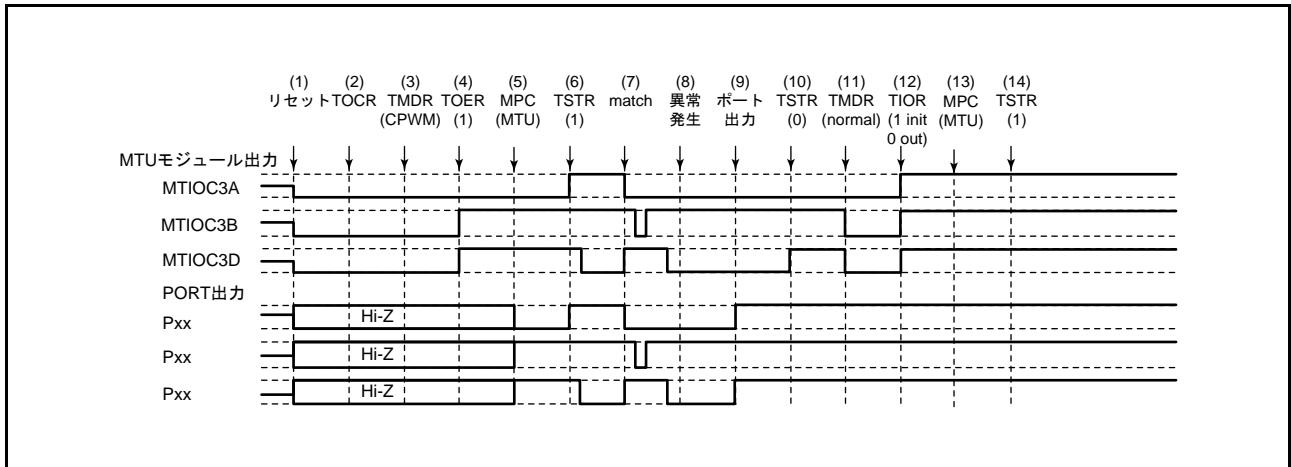

図 22.147 相補 PWM モードで異常が発生し、ノーマルモードで復帰する場合
相補 PWM モードで異常が発生し、再設定後ノーマルモードで再スタートする場合の説明図を図 22.147 に示します。
- (1) ~ (10) は図 22.147 と共通です。
- (11) PWM モード 1 を設定してください (MTU 出力は Low となります)。
- (12) TIOR レジスタで端子を初期化してください。なお、PWM モード 1 では MTIOCnB (MTIOCnD) 端子に波形が出力されません。出力すべきレベルがある場合は、I/O ポートのポート方向レジスタ (PDR)、ポート出力データレジスタ (PODR) で汎用出力ポートの設定をしてください。
- (13) MPC と I/O ポートのポートモードレジスタ (PMR) で MTU 出力としてください。
- (14) TSTR レジスタで再スタートします。
- (11) MPC と I/O ポートのポートモードレジスタ (PMR) で MTU 出力としてください。
- (12) TSTR レジスタで再スタートします。
- (13) コンペアマッチの発生により相補 PWM 波形を出力します。
(24) 相補 PWM モードで動作中に異常が発生し、相補 PWM モードで新たに再スタートする場合の動作
- (11) ノーマルモードを設定し新しい設定値を設定してください（MTU 出力は Low となります）。
- (12) TOER レジスタで MTU3、MTU4 の出力を禁止してください。
- (13) TOCR レジスタで相補 PWM モードの出力レベルと周期出力の許可 / 禁止を選択してください。
- (14) 相補 PWM モードを設定します。
- (15) TOER レジスタで MTU3、MTU4 の出力を許可してください。
- (16) MPC と I/O ポートのポートモードレジスタ（PMR）で MTU 出力としてください。
- (17) TSTR レジスタで再スタートします。
(25) 相補 PWM モードで動作中に異常が発生し、リセット同期 PWM モードで再スタートする場合の動作
- (11) ノーマルモードを設定してください (MTU 出力は Low となります)。
- (13) TOCR レジスタでリセット同期 PWM モードの出力レベルと周期出力の許可 / 禁止を選択してください。
- (14) リセット同期 PWM モードを設定します。
- (16) MPC と I/O ポートのポートモードレジスタ (PMR) で MTU 出力としてください。
(26) リセット同期 PWM モードで動作中に異常が発生し、ノーマルモードで再スタートする場合の動作